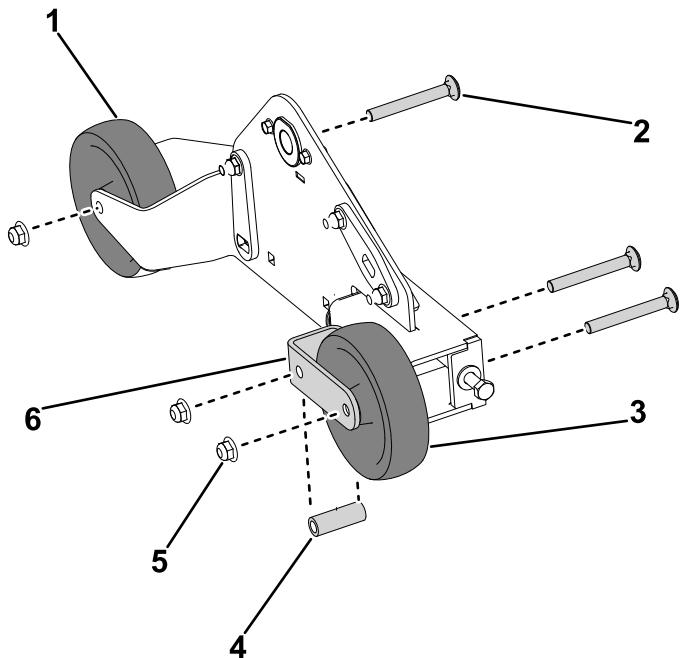

Figura 30
- 6. Instale a culatra do bogie retida no suporte da lagarta e prenda-a sem apertar com o parafuso de carroçaria ($\frac{3}{8} \times 3$ pol.) e porca de bloqueio ($\frac{3}{8}$ pol.) (Figura 30).
- 7. Instale a roda do bogie direita retida na culatra do bogie e no suporte da lagarta e prenda-a sem apertar com o parafuso de carroçaria ($\frac{3}{8} \times 3$ pol.), casquilho tensor e porca de bloqueio ($\frac{3}{8}$ pol.) (Figura 30).
- 8. Instale a roda do bogie esquerda no suporte da lagarta e prenda-a com o parafuso de carroçaria ($\frac{3}{8} \times 3$ pol.), casquilho tensor e porca de bloqueio ($\frac{3}{8}$ pol.) (Figura 30).